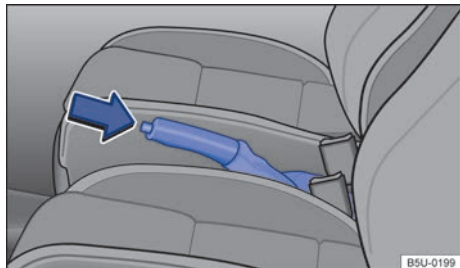

Fig. 105 Entre los asientos delanteros: palanca del freno de estacionamiento.
- Tirar de la palanca del freno de estacionamiento hacia arriba con la tecla de bloqueo presionada → fig. 105 (flecha).
- Tirar de la palanca del freno de estacionamiento un poco hacia arriba y presionar la tecla de bloqueo → fig. 105 (flecha).